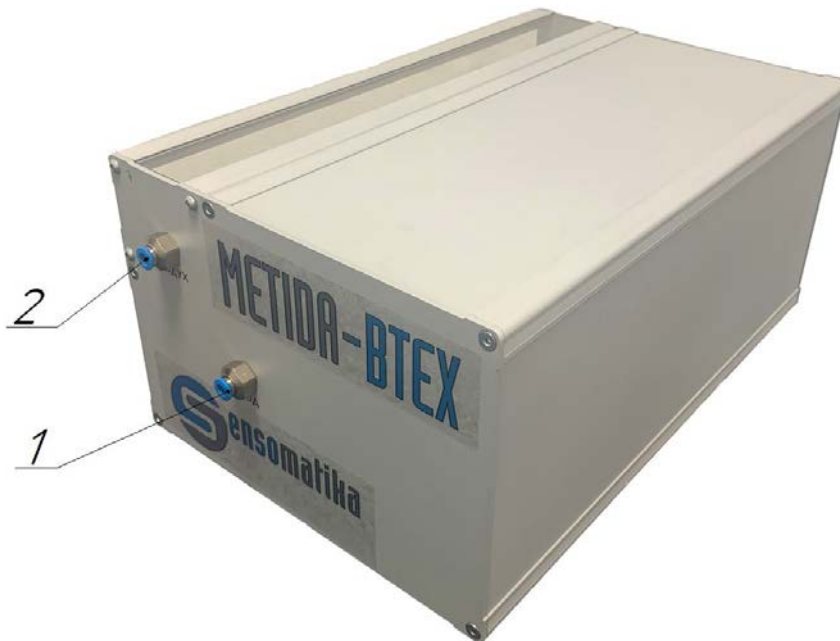

Рисунок 2 – Газоанализатор «METIDA-VTEX», где
- штуцеры для присоединения газовых магистралей подачи анализируемой пробы и воздуха (газа-носителя) - Рисунок 2,